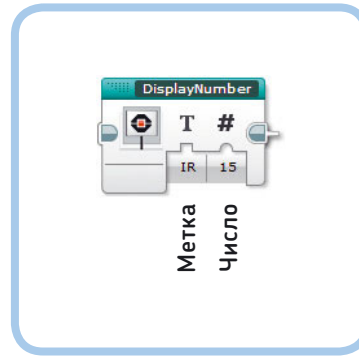

Рис. 15.14. Контейнер **DisplayNumber**.
Для начала вы создадите контейнер «Мой блок» с двумя вводами и именем **DisplayNumber**, как показано на рис. 15.14. Задача этого блока состоит в том, чтобы
- Нажмите кнопку **Завершить** (Finish). Теперь вы можете просматривать содержимое созданного контейнера **DisplayNumber** на его собственной вкладке внутри проекта, как показано на рис. 15.20. Вы должны увидеть параметры **Метка** и **Число**, хотя шины еще не подключены. Эти параметры переносят значения, переданные в контейнер «Мой блок» из основной программы. Таким образом, если указать значения IR и 15, как показано на рис. 15.14, параметр **Метка** передает значение IR, а **Число** — значение 15.